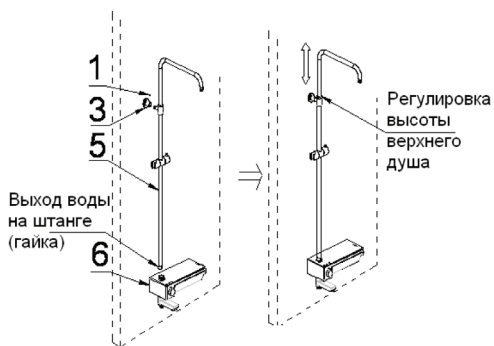

Рис. 9
6. Прикрутите душевую штангу (5) в выходу воды на корпусе смесителя (6) с помощью гайки на душевой штанг, затем вставьте душевую штангу (5) в настенный кронштейн (3) и зафиксируйте его с помощью винта М5Х5 (1) в настенном кронштейне (3) с помощью шестигранника (рис.9).